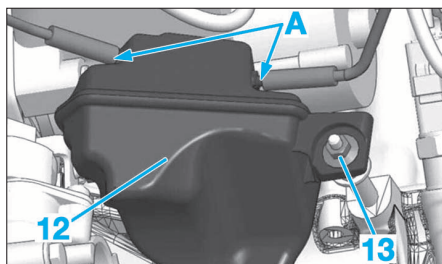

FIG. 9
- Débrancher et écarter les tuyaux du circuit de dépression en (A) (Fig.9).